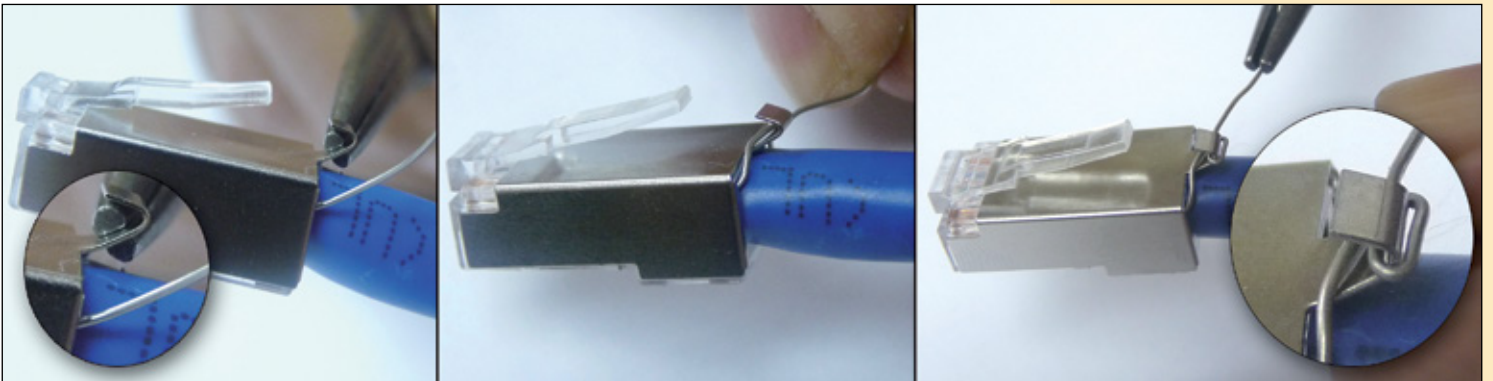

Figura 22
- 17 Proceda a doblar ligeramente la pestaña en un ángulo de 30° respecto al plano del cuerpo del plug y sujetar el conductor de aterramiento de dicha pestaña (1 $\frac{1}{2}$ vueltas), tal como se muestra en el grupo de imágenes de la **Figura 22**.